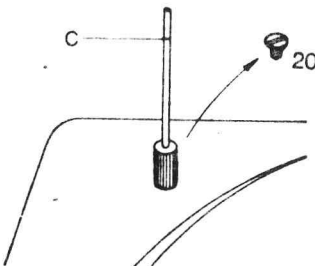

Abb. 3
Die Schraube (20) in der hinteren linken Ecke der Montageplatte des L 78 entfernen (Abb. 3) und an deren Stelle die dem LENCOCLEAN beiliegende, aufschraubbare Achse «C» einsetzen. Der genaue Montagevorgang ist zudem in der Gebrauchsanweisung, die jedem LENCOCLEAN beiliegt, beschrieben.